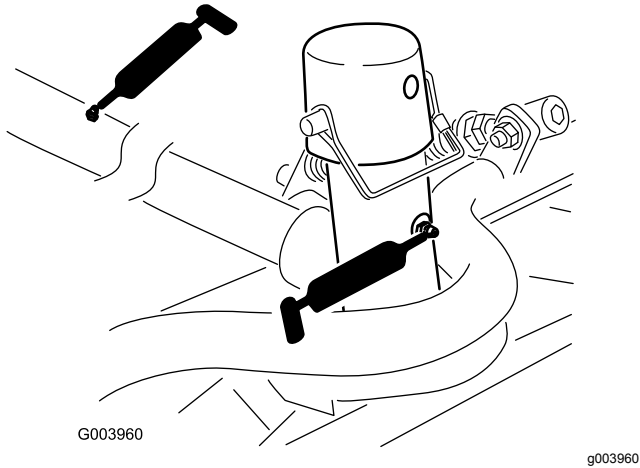

Figura 66
- Bastidor de tiro y pivote de la unidad de corte (2 en cada) (Figura 66).